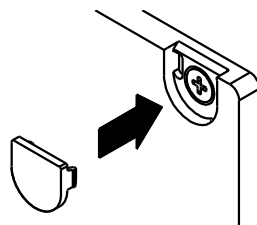

図4 ねじキャップの取り付け
2. ねじキャップはねじを隠すために使用します。ねじを隠したい場合は、リニューアルプレート本体の取付確認後に取り付けてください。(図4参照)